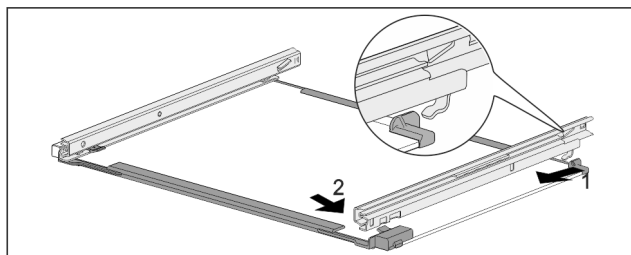

Fig. 158 Стъклена плоча с релси
- ▶ Закачете релсата отзад Fig. 158 (1)
- ▶ Фиксирайте релсата отпред Fig. 158 (2)